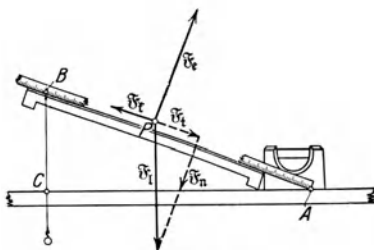

Fig. 41.
f) Lege einen Endmaßstab mit der geteilten Kante so auf den vordern Rand der schiefen Ebene, daß das eine Ende im Punkt  $A$  (Fig. 41) die Tischfläche berührt. Merke diesen Punkt an und miß